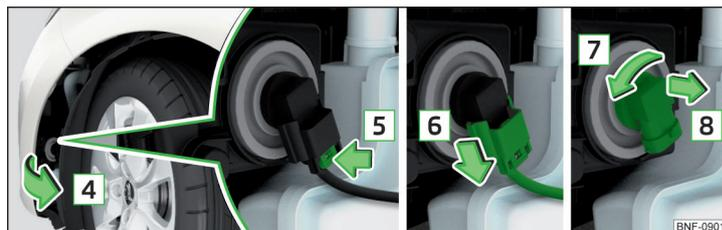

Fig. 177 Cambiar la bombilla
- › Levantar el revestimiento de los arcos de las ruedas en el sentido de la flecha **4** » fig. 177.